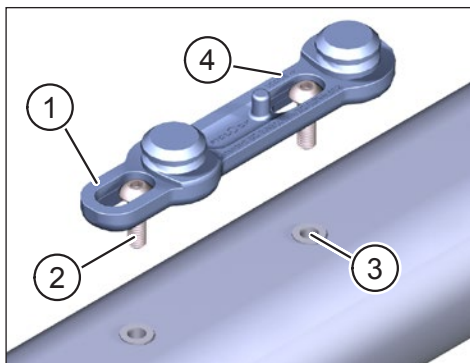

Fig. 1: Fije la FIDLOCK® Bike Base en la e-bike
- ▶ Fije el FIDLOCK® Bike Base (Pos. 1 en Fig. 1) con los dos tornillos de cabeza de botón (Pos. 2 en Fig. 1) en los orificios previstos para ello (Pos. 3 en Fig. 1, siga las especificaciones del fabricante de la bicicleta) en el cuadro de la e-bike.